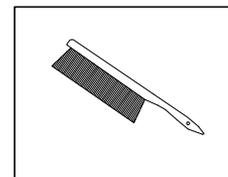

Fig.7
- * Com auxílio de luvas utilizar escova macia (Fig.7) ou aspirador de pó para efetuar a limpeza do condensador;